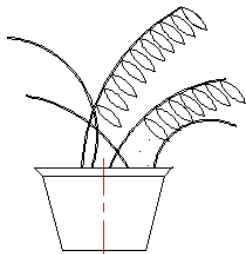

图 17.7.18 复制圆弧 1
Step16. 选择下拉菜单 **修改(M)** \rightarrow **复制(C)** 命令，选取 Step14 与 Step15 中创建的两端圆弧为要复制的元素，选取图 17.7.17 所示的点 A 为基点，将其复制到图 17.7.18 所示的位置处。